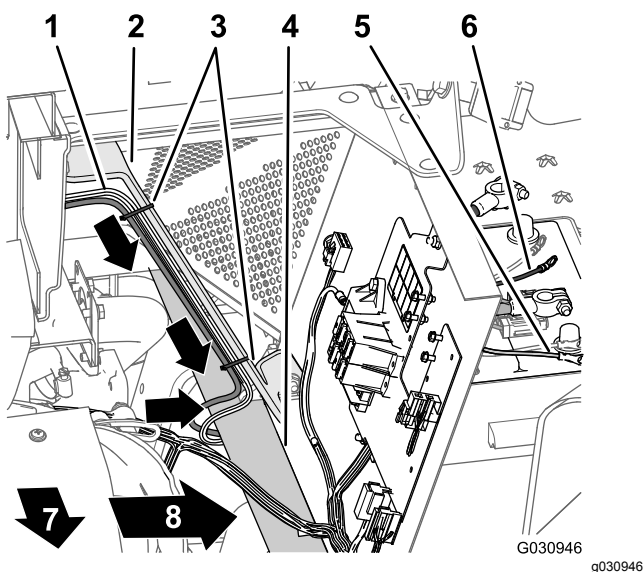

Figure 116
3. Acheminez la branche de 108 cm du faisceau vers le bas, le long du support gauche du carénage du moteur et sous le tube de cadre gauche (Figure 116).
4. Amenez le fusible de 50 A et les cosses à anneau positive et négative de la branche de 108 cm du faisceau au sommet de la batterie (Figure 116).